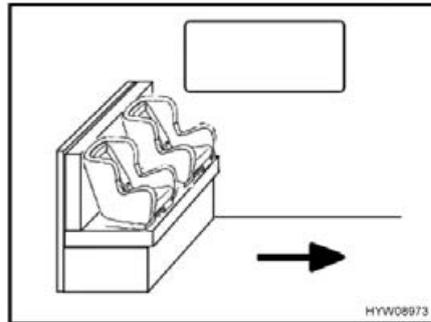
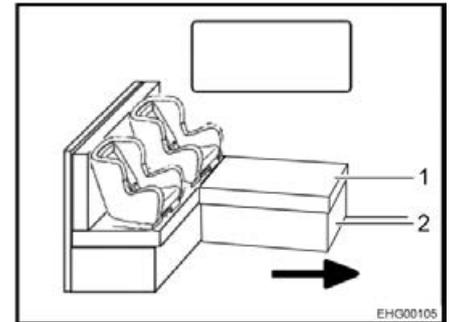

Bild 21 Kindersitze auf Sitzbank
Bild 22 Kindersitze auf L-Sitzbank
Der Pfeil in Bild 21 und Bild 22 zeigt die Fahrtrichtung.
- Das Polster (Bild 22,1) bei Bedarf entfernen.
- Das Truhengestell (Bild 22,2) bei Bedarf zusammenklappen.